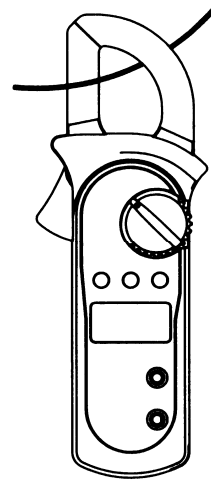

Рис. 9
**G. Измерение переменного тока (рис.9)****⚠ Предупреждение**